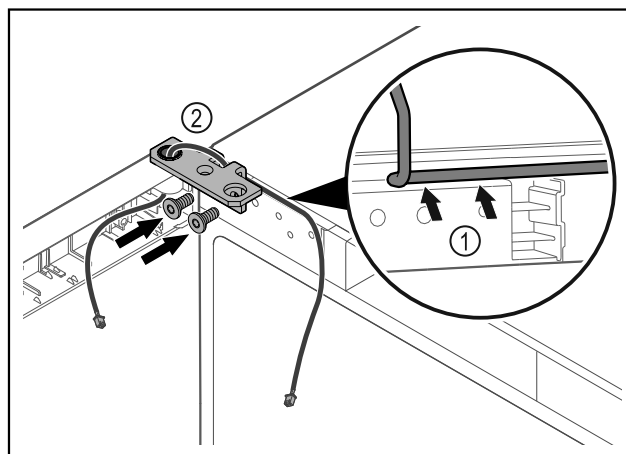

Fig. 38
- ▶ Vezesse át a kábelt a csuklópánton lévő nyíláson, majd óvatosan fektesse le Fig. 38 (1).
- ▶ Csavarozza fel a csuklópántot Fig. 38 (2).